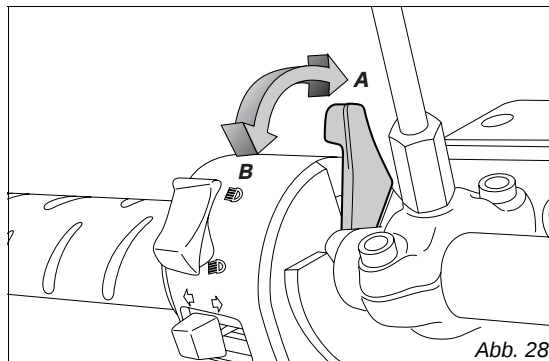

Abb. 28
2) Den Starterhebel in die Position (B, Abb. 28) bringen.
5) Während sich der Motor langsam erwärmt, den Starterhebel schrittweise auf die senkrechte Position (A, Abb. 28) bringen. Ein warmgelaufener Motor muss das Standgas bei vollkommen ausgeschlossenen Starter halten können.